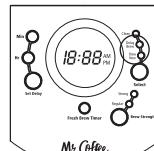

Figura 9
3. Para activar la DEMORA DEL COLADO y programar su cafetera para colar café luego, oprima el botón SELECTOR dos veces. La luz amarilla de DEMORA DEL COLADO se encenderá (Figura 9). Ahora la cafetera está lista para colar café automáticamente más tarde a una hora preseleccionada. Ahora se encenderá la luz de INTENSIDAD DEL COLADO. Usted puede seleccionar la intensidad que deseé oprimiendo el botón de INTENSIDAD DEL COLADO.
Oprima el botón SELECTOR. La luz amarilla de DEMORA DEL COLADO se apagará. (Figura 9)